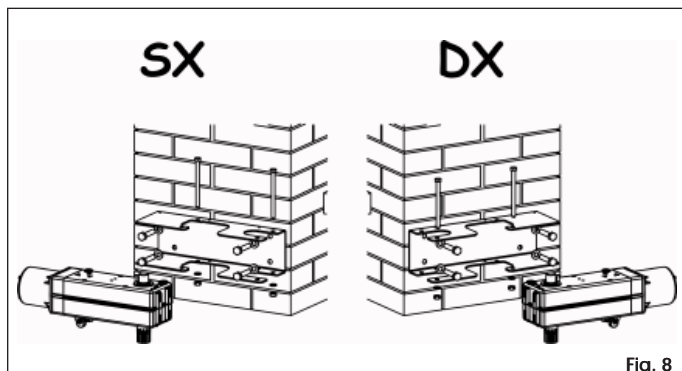

Fig. 8
- Fissare, verificando la perfetta orizzontalità, la piastra base al pilastro utilizzando viti Ø10 e adeguati tasselli (Fig. 8).
- Inserire il gruppo motoriduttore nella piastra base e fissarlo con le due viti e relativi dadi e rondelle elastiche (Fig. 8).